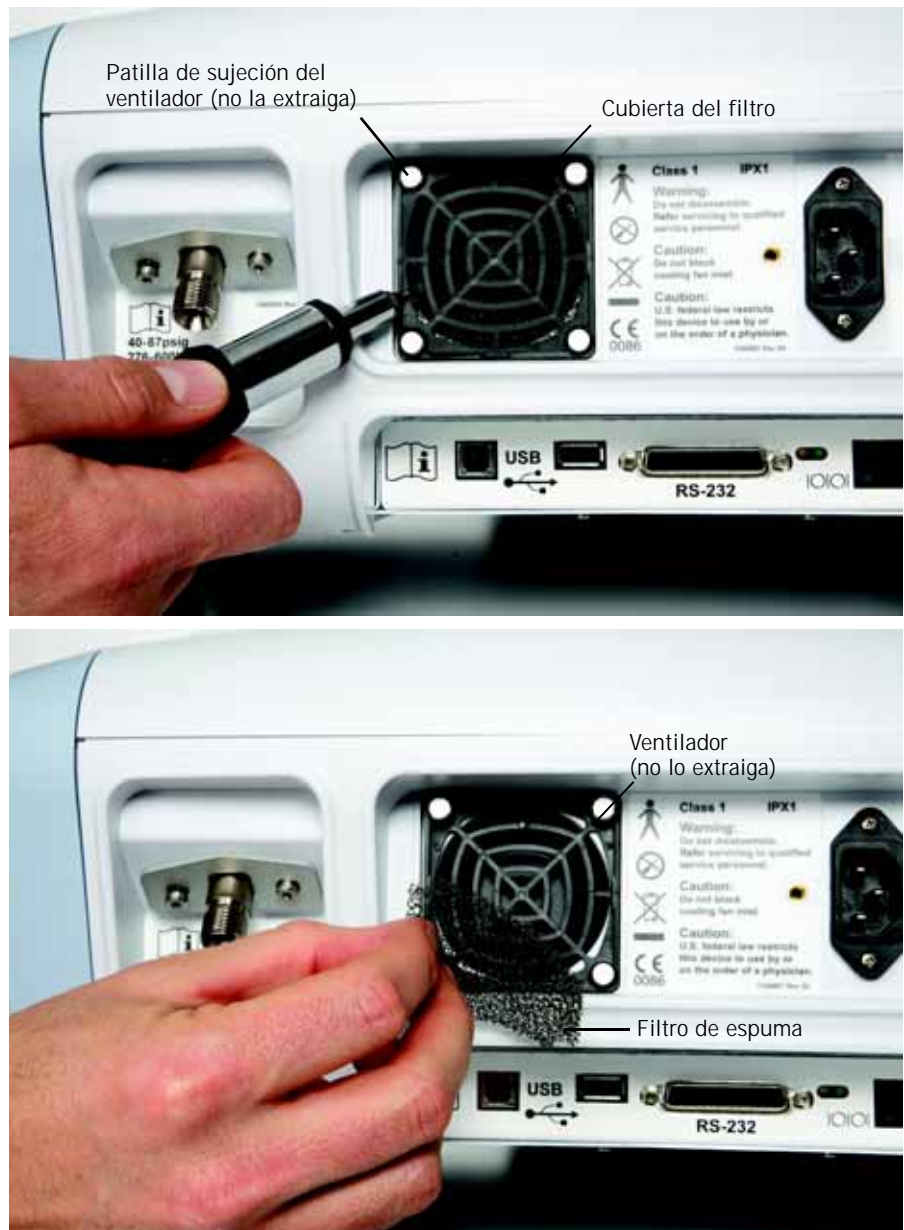

Figura 9-2: sustitución del filtro del ventilador de refrigeración
Limpie o sustituya el filtro del ventilador de refrigeración como sigue. Consulte la Figura 9-2:
1. Introduzca la punta de un destornillador de punta plana pequeño entre el filtro de espuma y la cubierta de retención del filtro (Figura 9-2).